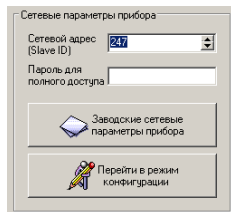

Рисунок 10 – Окно «Сетевые параметры прибора»
7.4.9 В разделе **«Сетевые параметры прибора»** (рисунок 10) запишите в строке **«Сетевой адрес»** сетевой адрес прибора, он может быть от 2 до 247 (по умолчанию 247).
7.4.11 Кнопка **«Перейти в режим конфигурации»** устанавливает связь с прибором по заданным параметрам. В случае успешного соединения с прибором перейдет в окно конфигурации (рисунок 10).